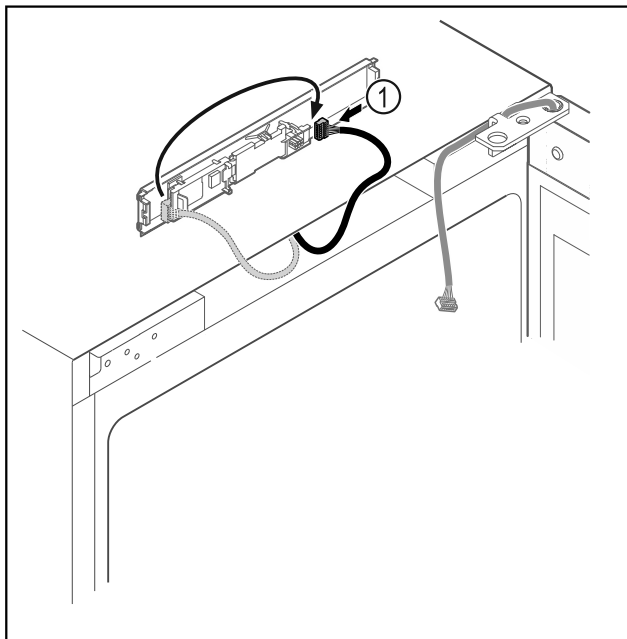

Fig. 19
- Pārspaudiet spraudni Fig. 19 (1) uz shēmas plati.